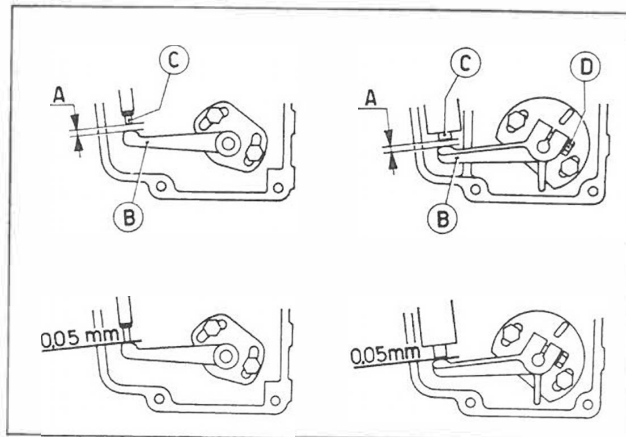

Fig. 105
1. If acceleration is slow and there is no smoke screw out cylinder (C, Fig. 105). This increases fuel delivery.
3. Insert a shim "A" between lever (B) and rod (C), (Fig. 105); then lock lever (A) with bolt (B).
- Si la reprise est lente, sans fumée, dévisser le cylindre C (fig. 105) (augmentation du débit)
- Intercaler une cale A entre levier (B) et pointeau (C) (fig. 105), ensuite bloquer avec le boulon (D) le levier (B).
Per valori diversi di consumo ripetere la registrazione portata (pag. 36) a vuoto riducendo la distanza (A - Fig. 105) se il consumo è eccessivo e aumentandola se inferiore.
In case of different consumption figures, repeat idle delivery setting (page 36) by reducing clearance (A - Fig. 105) if consumption is excessive, and increasing it if under.
En cas de consommation différente, refaire le réglage du débit (page 36) à vide, en réduisant la cote A (fig.105) si la consommation est excessive et en augmentant cette cote, si la consommation est inférieure.